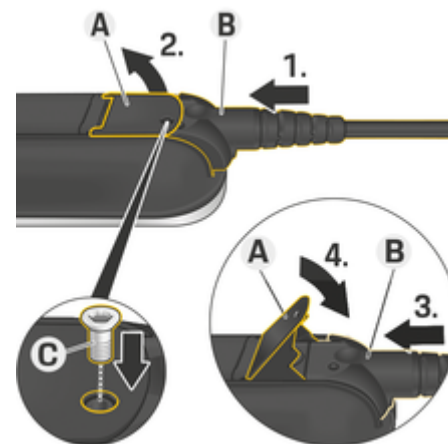

Fig. 39: Conectando cabos e prendendo conectores
- ✓ A alavanca **A** (Fig. 39) está fechada.
1. Insira o conector **B** (Fig. 39) na unidade de comando até sentir a resistência pela primeira vez.
5. Prenda o conector **B** na unidade de comando com o parafuso **C** (Fig. 39).